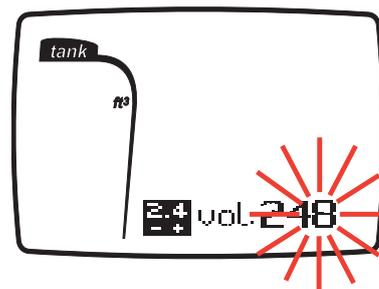

FIG. 15-1
- pieds cubes-psi : indiquez la capacité de la bouteille en pieds cubes (de 0 à 399 pieds cubes) et la pression nominale de référence en psi (de 0 à 4999 psi) (figures 15-1 et 15-2).